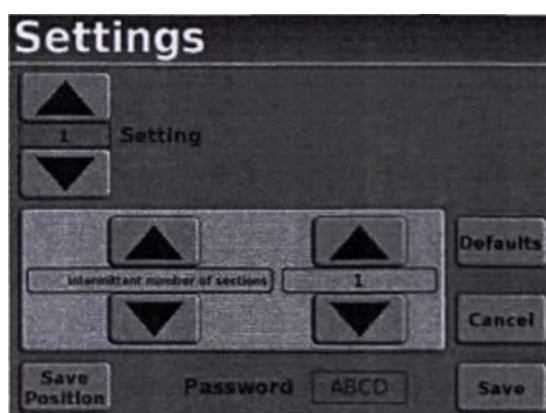

Рисунок 8.37
В системе режим прерывистого выполнения срезов настроен по умолчанию на количество срезов (Рисунок 8.37).
1. Нажимайте кнопки [▲] или [▼] в голубом окне слева до тех пор, пока не появится количество срезов в прерывистом режиме (Рисунок 8.37).